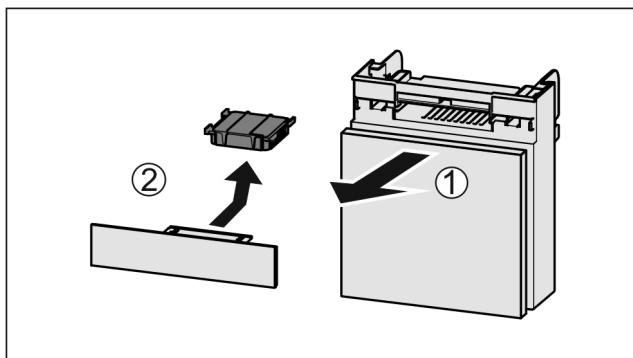

Fig. 61
- ▶ Wyciągnąć Fig. 61 (1) komorę do przodu.
- ▶ Wyjąć Fig. 61 (2) filtr z węglem aktywowanym.